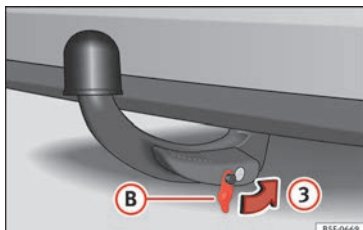

Abb. 228 Abdeckkappe auf das Schloss setzen
- Setzen Sie die Abdeckung **B** in Pfeilrichtung **3** auf das Schloss » **Abb. 228** » **!**.